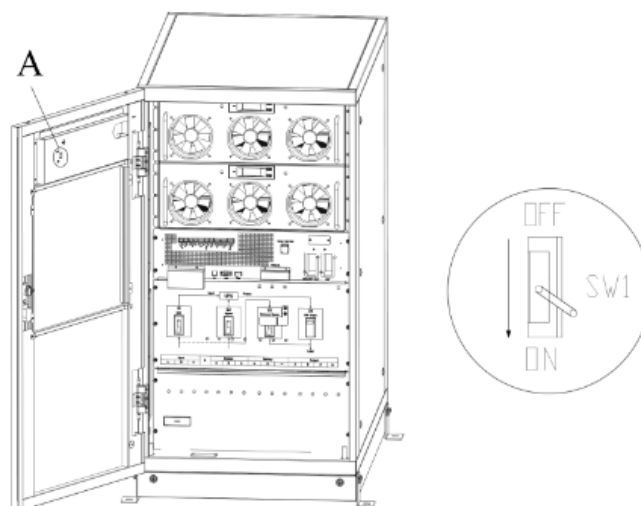

Рисунок 4-2 Расположение выключателя
2. Нажмите и удерживайте кнопку БП на панели оператора более двух секунд, и система перейдет в режим байпаса. Это действие требует включения выключателя за передней дверью (см. рисунок 4-2).